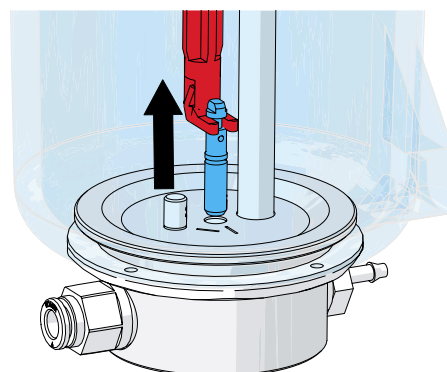

図 12
- ⇒ 流入ノズルを工具でしっかりと保持して、上に引っ張って下さい（図12）。